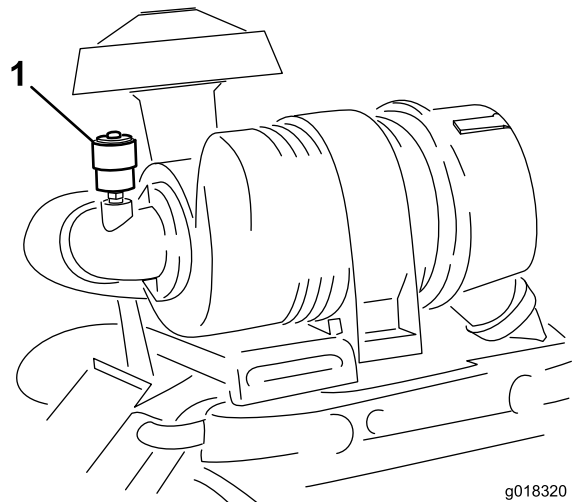

Figura 44
Revise el filtro del limpiador de aire únicamente cuando el indicador de mantenimiento (Figura 44) lo requiera. El cambiar el filtro antes de que sea necesario sólo aumenta la posibilidad de que entre suciedad en el motor al retirar el filtro.
6. Reinicie el indicador (Figura 44) si se ve rojo.